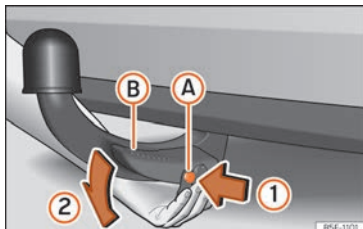

Fig. 258 Desmontar o gancho de reboque
- Pressione o perno de desbloqueio **A** no sentido da seta **1** e, ao mesmo tempo, a alavanca **B** no sentido da seta **2** até ao limite »» **Fig. 258**.